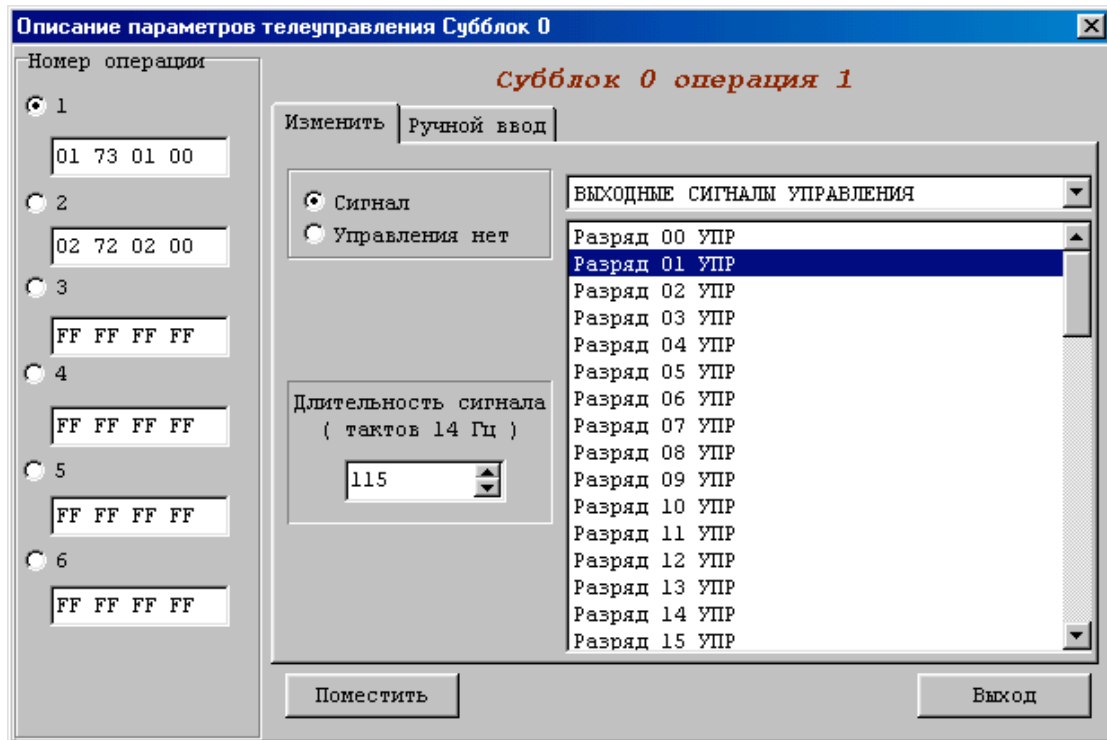

Рисунок 3.7 – настройка ТУ
3.2.3.5 Для субблока типа ТУ (см. рисунок 3.7) выберите одну из 6 возможных операций, щелкнув мышью на соответствующей кнопке. Если ранее этой операции не было, щелкните мышью на кнопке «сигнал». Из окна, в котором находится список возможных сигналов телеуправления, выберите требуемый и нажмите кнопку «поместить». После этого переходите к следующим операциям.